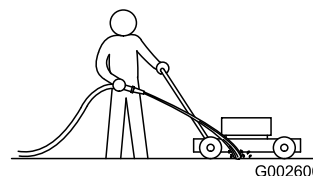

Bild 49
2. Lassen Sie den Motor bei eingekuppeltem Messer laufen und sprühen Sie Wasser vor das **rechte** Hinterrad (Bild 49).